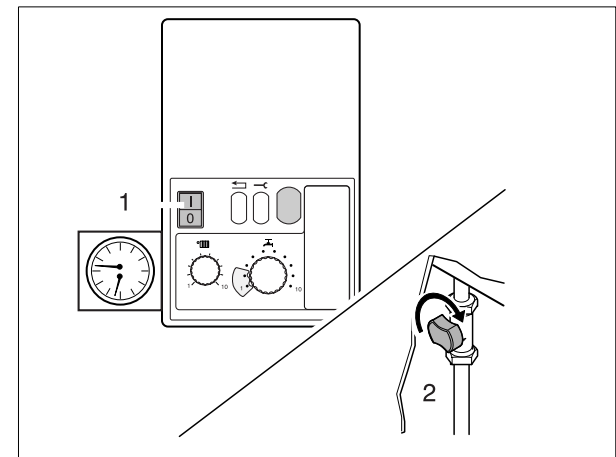

Abb. 3 Netzschalter, Gasabsperrhahn
- Netzschalter (Abb. 3, Pos. 1) auf Stellung "0" stellen.
nach rechts drehen (Abb. 3, Pos. 2).